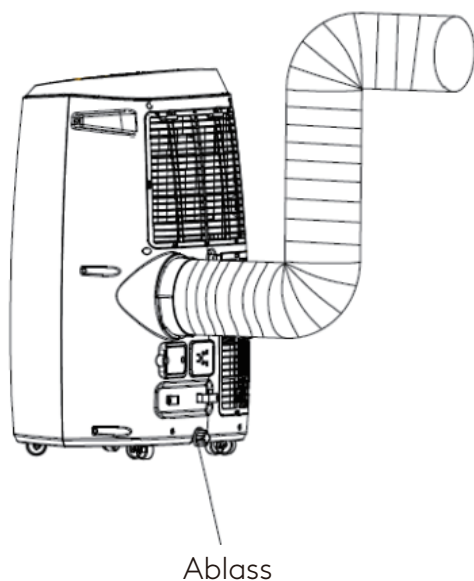

Abb. 6
4. Schließen Sie den Ablaufschlauch wie in Abb. 6 dargestellt gut an (nur bei Verwendung des Heizmodells).